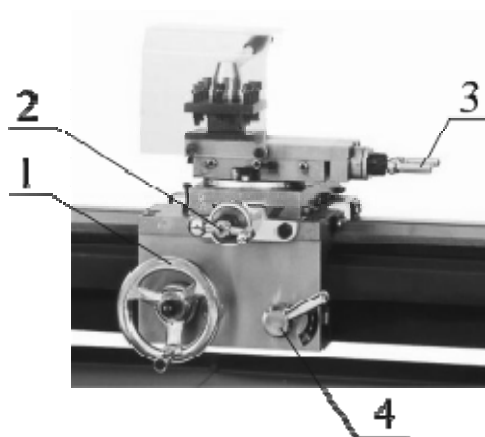

Рисунок 15.
5. Отведите инструмент от заготовки. После этого вручную переместите каретку суппорта в исходное положение. (см. рис.15).
Обработку конуса на данном станке производится вручную с помощью рукоятки перемещения верхних салазок 3 (рис. 15). Величина глубины резания устанавливается рукояткой перемещения поперечных салазок суппорта 2 (рис. 15).